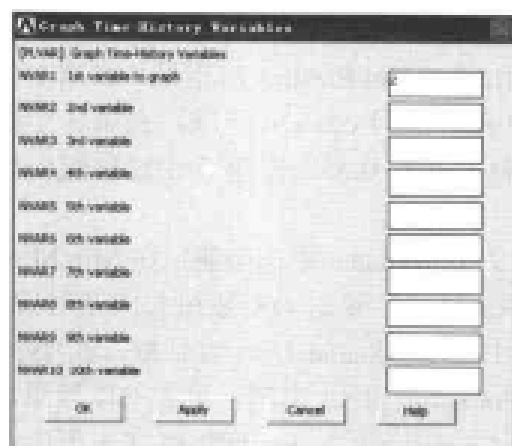
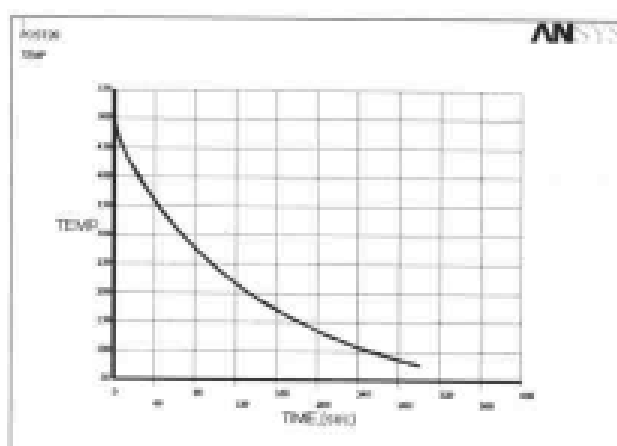

图 10-106 图形显示变量对话框
图 10-107 A 点温度随时间的变化关系曲线
(30) 单击 Add Time-History Variable 对话框上的 OK 按钮, 出现 Define Nodal Data 菜单, 在文本框中输入 NODE1, 单击 OK 按钮, 出现 Define Nodal Data 对话框, 采用其默认设置, 单击 OK 按钮关闭该对话框。
(31) 单击 Defined Time-History Variables 上的 Add 按钮, 出现 Add Time-History Variable 对话框, 选中 Nodal DOF result 单选按钮, 单击 OK 按钮, 出现 Define Nodal Data 菜单, 在文本框中输入 NODE2, 单击 OK 按钮, 出现 Define Nodal Data 对话框, 采用其默认设置, 单击 OK 按钮关闭该对话框。
(32) 单击 Defined Time-History Variables 上的 Add 按钮, 出现 Add Time-History Variable 对话框, 选中 Nodal DOF result 单选按钮, 单击 OK 按钮, 出现 Define Nodal Data 菜单, 在文本框中输入 NODE3, 单击 OK 按钮, 出现 Define Nodal Data 对话框, 采用其默认设置, 单击 OK 按钮关闭该对话框。
(33) 单击 Defined Time-History Variables 上的 Add 按钮, 出现 Add Time-History Variable 对话框, 选中 Nodal DOF result 单选按钮, 单击 OK 按钮, 出现 Define Nodal Data 菜单, 在文本框中输入 NODE4, 单击 OK 按钮, 出现 Define Nodal Data 对话框, 采用其默认设置, 单击 OK 按钮关闭该对话框。
(34) 单击 Defined Time-History Variables 上的 Add 按钮, 出现 Add Time-History Variable 对话框, 选中 Nodal DOF result 单选按钮, 单击 OK 按钮, 出现 Define Nodal Data 菜单, 在文本框中输入 NODE5, 单击 OK 按钮, 出现 Define Nodal Data 对话框, 采用其默认设置, 单击 OK 按钮关闭该对话框。
(35) 选择 Main Menu | TimeHist Postpro | Graph Variables 命令, 出现 Graph Time-History Variables 对话框, 在文本框中输入 2, 如图 10-106 所示, 单击 OK 按钮, ANSYS 显示窗口将显示 A 点温度随时间的变化关系曲线图, 如图 10-107 所示。